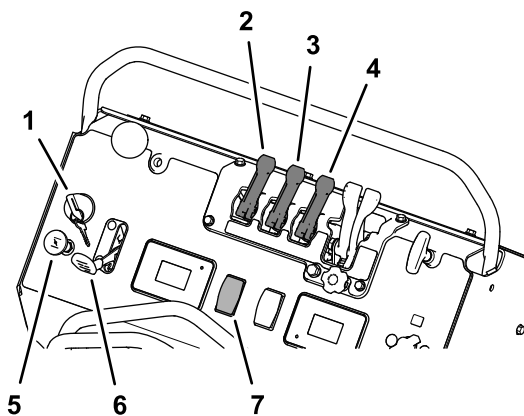

Figura 60
3. Ponga el freno de estacionamiento, mueva la palanca de control de la dirección/control de movimiento a la posición de PUNTO MUERTO, y arranque el motor (Figura 60); consulte Cómo arrancar el motor \(página 25\).
4. Pulse el interruptor de la bomba de fumigación a la posición de ACTIVADO, y ponga el acelerador en la posición de RÁPIDO (Figura 60).
5. Tire de la palanca de agitación del depósito a la posición de ACTIVADO (Figura 60).
1. Tire hacia atrás de las palancas de patrón de fumigación ancho y estrecho, hasta la posición de ACTIVADO (Figura 60).
6. Mueva las palancas del patrón de fumigación hacia adelante a la posición de DESACTIVADO, ponga el interruptor de la bomba de fumigación en la posición de DESACTIVADO y apague el motor (Figura 60).